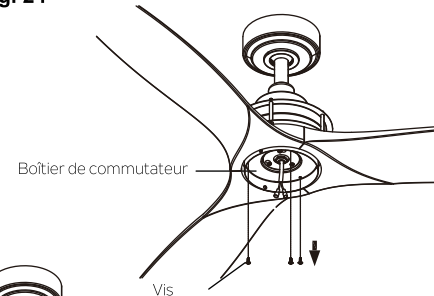

Fig. 25
**Étape 5.** Retirez une des trois vis préinstallées sur le côté du bord extérieur du boîtier de commutateur et mettez-la de côté pour plus tard.(Fig.25)